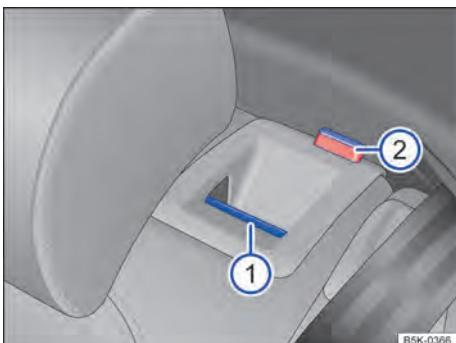

Fig. 65 No encosto do banco traseiro: botão de destravamento.
- Puxar o botão de destravamento → Fig. 65 ① para frente e, ao mesmo tempo, rebater o encosto do banco traseiro para frente.
- A respectiva parte de encosto do banco traseiro estará destravada quando a marcação vermelha → Fig. 65 ② estiver visível.
- A marcação vermelha → Fig. 65 ② não pode mais estar visível.